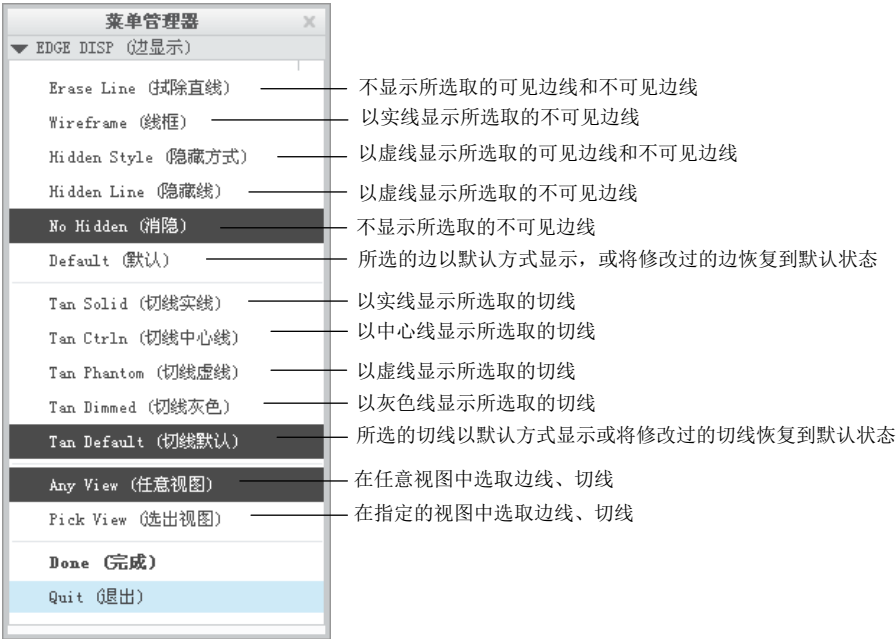

图 6.4.25 “边显示”菜单
Step2. 系统此时弹出图 6.4.24 所示的“选择”对话框，以及图 6.4.25 所示的菜单管理器，选取要设置的边线，然后在菜单管理器中分别选取 **Hidden Line (隐藏线)**、**Erase Line (拭除直线)**、**No Hidden (消隐)** 或 **Hidden Style (隐藏方式)** 命令，以达到图 6.4.19、图 6.4.20、图 6.4.21 和图 6.4.22 所示的效果；选择 **Done (完成)** 命令。